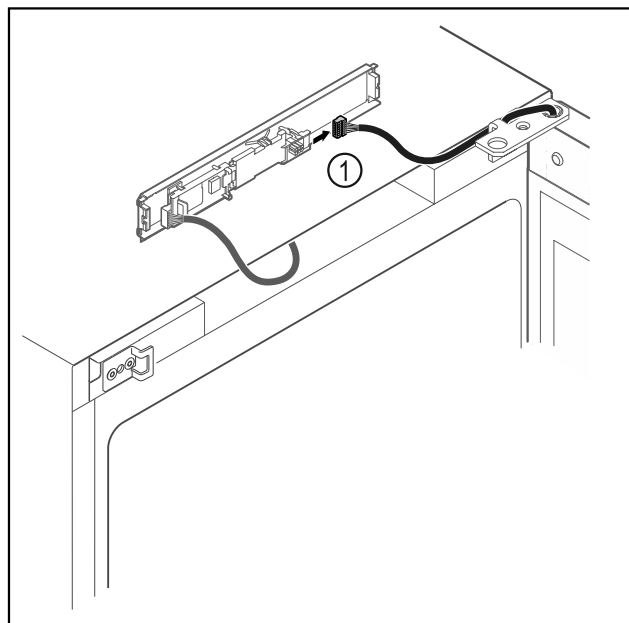

Fig. 17
- ▶ Извадете щекера Fig. 17 (1) от платката.